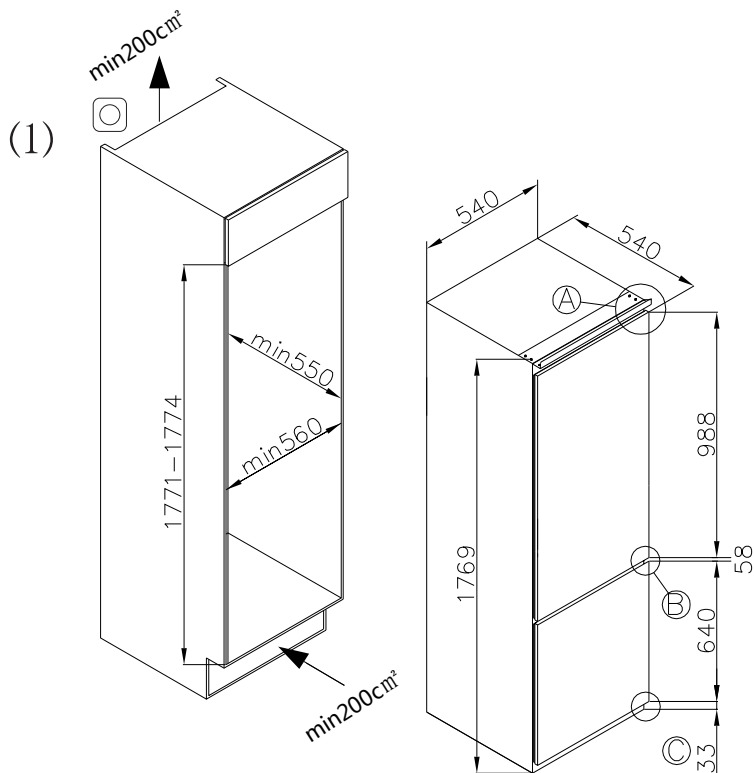

Figure 1
- Ventilation (Figure 1)
4. Vérifiez que la position de la prise de courant(1) est correcte. La tension du CA dans le point où l'appareil sera utilisé doit être conforme aux données de la plaque signalétique apposée sur la paroi intérieure gauche de l'appareil, près des bacs à légumes. La prise de courant doit être mise à la terre correctement.